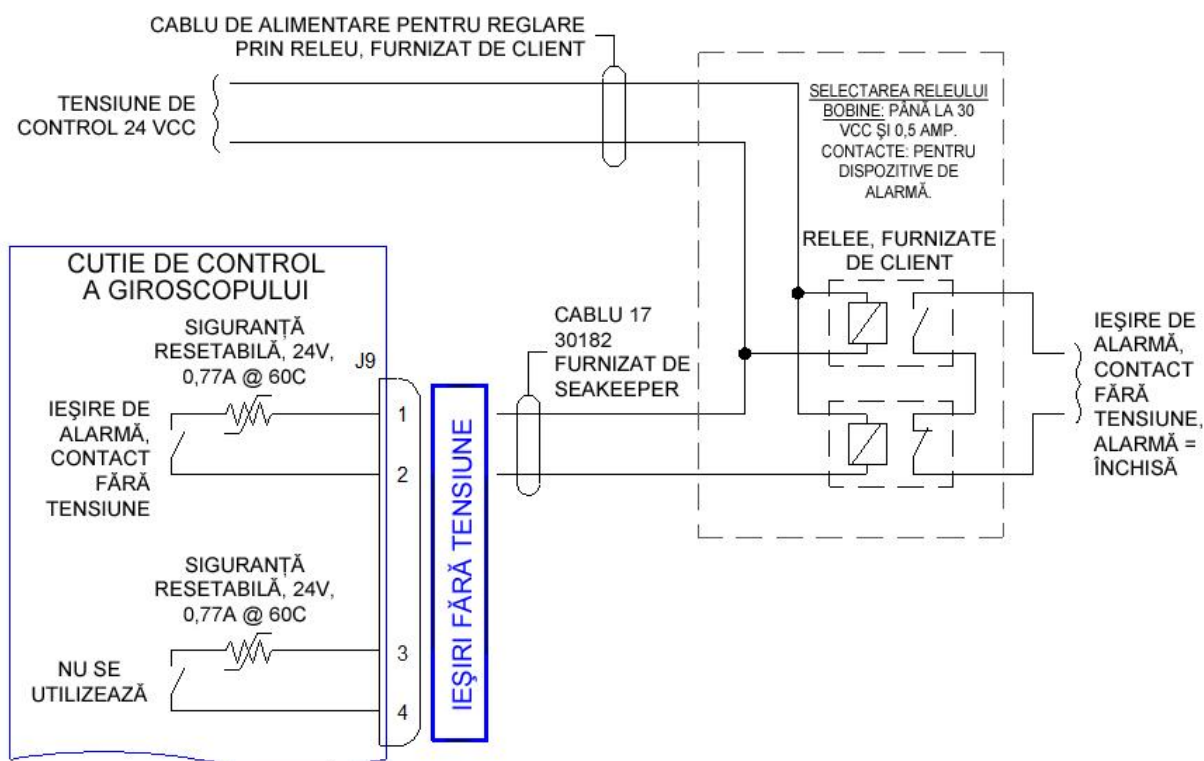

FIGURA 14 – CONECTAREA IEȘIRII DE ALARMĂ PENTRU ALARMĂ SONORĂ/VIZUALĂ
- leșirea de alarmă urmează să ajungă până la Sistemul de alarmă și monitorizare al navei sau o alarmă sonoră și vizuală corespunzătoare. Cablarea sugerată este prezentată în Figura 14 de mai jos.